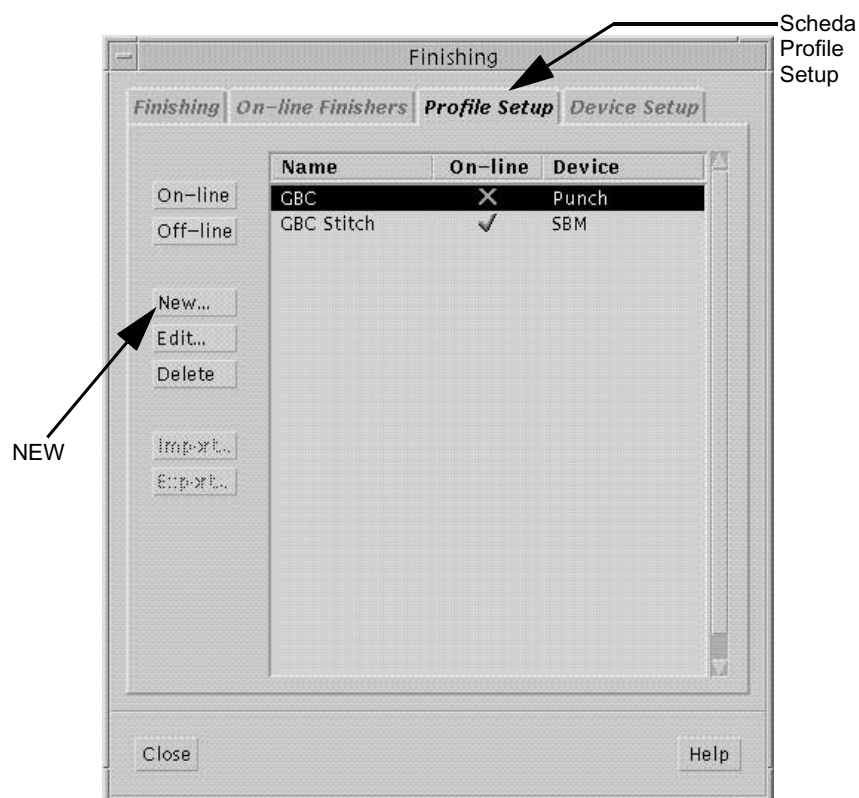

Figura 1-10: La schermata della scheda Profile Setup
- 8 Fare clic sulla scheda Profile Setup (Configurazione profilo) come illustrato nella Figura 1-10, quindi fare clic sul pulsante NEW.